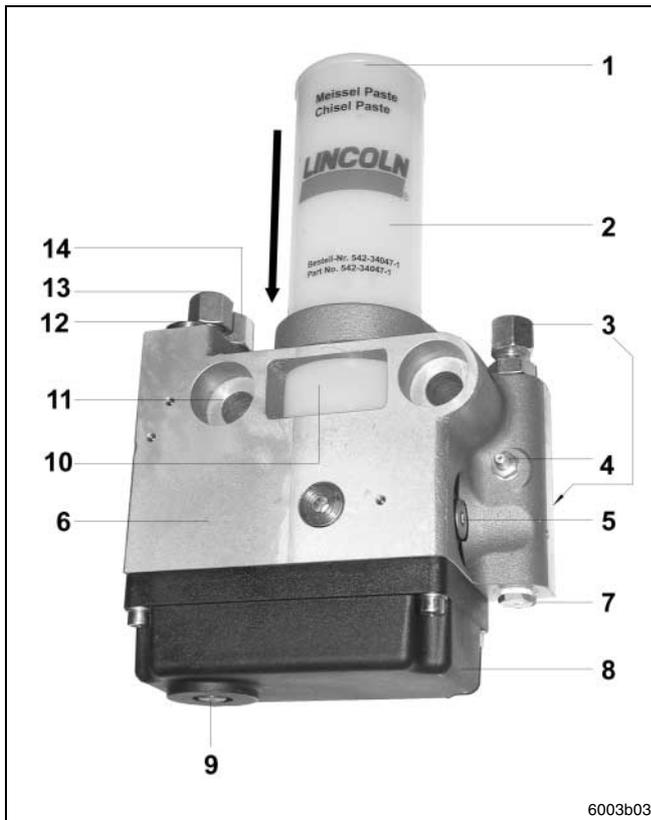

Abb. 1 Teile der hydraulischen Schmierpumpe HTL -101
- besitzt eine optisch angezeigte Fettstandskontrolle durch den Stand des Folgekolbens. Steht der Folgekolben auf der Leerstandsposition der Kartusche (Abb. 1, Pos. 10), ist die Kartusche auszuwechseln
- ist mit einem Druckbegrenzungsventil (Abb. 1, Pos. 7) (Patrone) mit 120 bar abgesichert
- ist mit einem leicht auswechselbaren Pumpenelement (Abb. 1, Pos. 5) ausgerüstet
- ist mit einem Schmiernippel (Abb. 1, Pos. 4) für manuelles Abschmieren (z. B. bei einem Ausfall des Hydrauliksystems) ausgerüstet
- verfügt über drei unterschiedliche Auslässe (Abb. 1, Pos. 7 und 3) für den individuellen Anschluss der Fettversorgung des Hammers.
Bei Verwendung des unteren Fettauslasses (Pos. 7, Abb. 1), sind die Auslassverschraubung und das Druckbegrenzungsventil zu vertauschen.